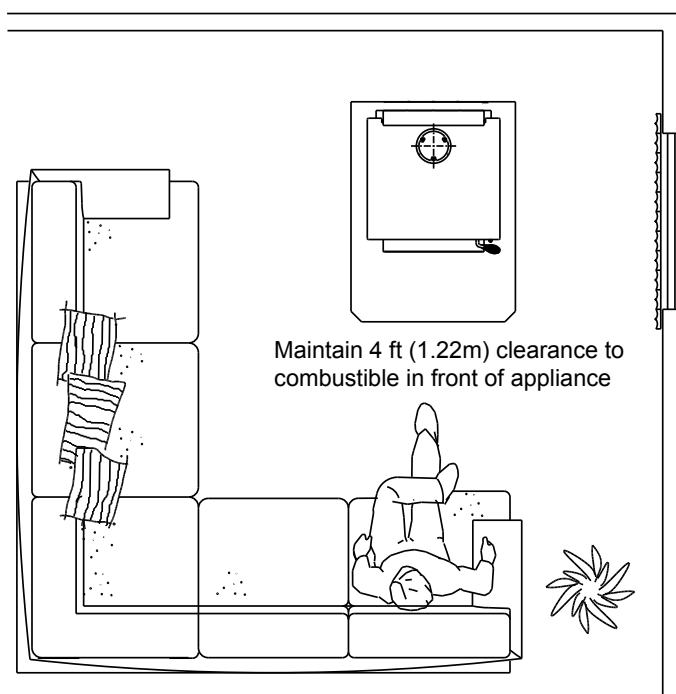

Figure 15.1
- Ne placez AUCUN objet inflammable à moins de 1,2 m (4 pi) devant l'appareil (Figure 15.1).